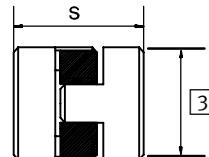

Fig. 15
2. Collegare il fissaggio centrale (B) nella lamatura di centratura (A) (solo per DGE-...-ZR).
3. Montare gli elementi di collegamento, ossia il mozzo del giunto (D), la corona dentata (E) e il mozzo del giunto (F) osservando la quota s (solo per DGE-25/40/63-KF; vedi figure 15 e 16).